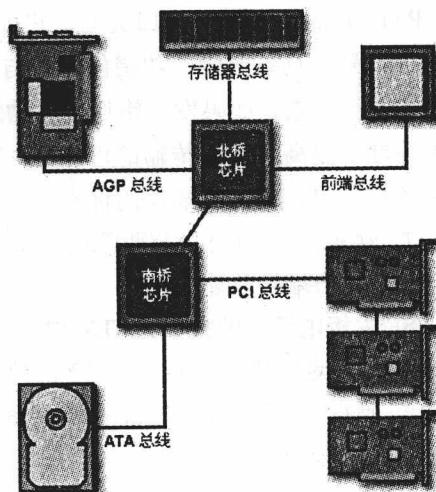

图 1.1.1 芯片组与主要硬件连接图
- ① 中央处理器 (CPU): 负责程序运算和内部控制。
- ② 内存 (memory): 计算机运行程序的时候, 是将文件和程序读到内存里再运行, 中间数据也保存在内存里。
- ③ 显卡 (Video card、Graphics Card): 控制计算机的图形输出。
- ④ 外部存储器: 包括硬盘 (hard disk)、光盘 (CD-ROM)、软盘 (floppy)、移动硬盘、U 盘等。
- ⑤ 输入设备: 包括键盘 (keyboard)、鼠标 (mouse)、麦克风 (mic)、扫描仪 (scanner)、数码相机 (digital camera)、摄像头、手写板等。
- ⑥ 输出设备: 包括显示器 (display)、打印机 (printer)、音箱或喇叭 (speaker) 等。
- ⑦ 其他扩展设备: 包括网卡 (lan card)、声卡 (sound card、audio)、调制解调器 (Modem)、电视卡等。
- ⑧ 主板 (main board, system board, mother board): 所有的硬件全部通过主板连接在一起。芯片组是主板上集成的一部分, 因此无法拆除或对它进行升级。这意味着, 不仅主板的插槽要与 CPU 相匹配, 而且主板的芯片组也必须能与 CPU 进行最理想的协作。主板上的芯片组就好像一座桥梁, 它将微处理器与主板的其他部分连接, 继而与计算机的其他部分相连。在一台 PC 上, 芯片组包括两个基本部分——北桥和南桥。计算机的所有不同部件都通过芯片组与 CPU 通信。北桥通过前端总线 (FSB) 直接连接到处理器。内存控制器位于北桥上, 这样可让 CPU 快速访问内存。北桥还连接到 AGP 或 PCI Express 总线并与内存连接。南桥要比北桥慢, 而且 CPU 中的信息必须经过北桥才能到达南桥。其他总线将南桥连接到 PCI 总线、USB 端口以及 IDE 或 SATA 硬盘接口。芯片组选择与 CPU 选择有着密切的关系, 因为制造商会对芯片组进行优化以使其与特定的 CPU 配套使用。图 1.1.1 是芯片组与主要硬件连接图。